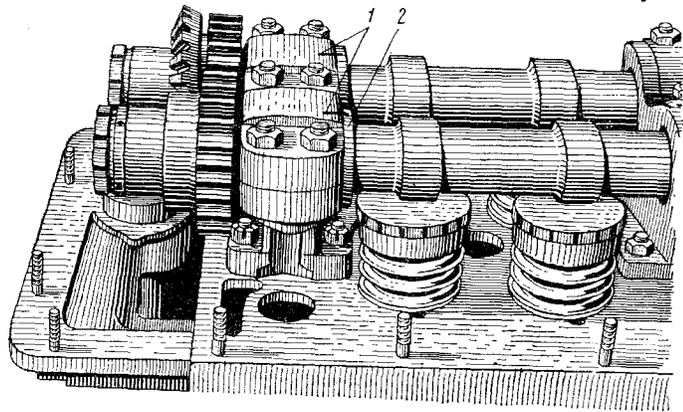

Рис. 115. Места нанесения меток на деталях механизма газораспределения
1) проверните коленчатый вал по ходу вращения, установите кулачки распределительного вала первого левого цилиндра в положение, соответствующее началу впуска, и нанесите метки на крышке опорного подшипника и нанесите метки на буртах распределительных валов обоих цилиндров (рис. 115);